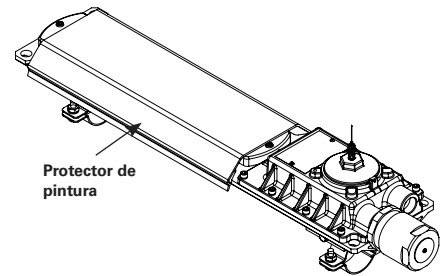

Figura 14
2. Coloque el protector sobre la superficie emisora de luz con la parte abierta hacia la luminaria (ver Figura 14).